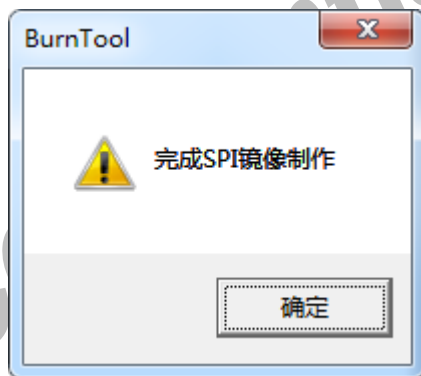

图 4-4 SPI NOR Flash 镜像制作完成
(4) SPI NOR Flash 镜像文件制作完成后将会弹出如下提示框，如图 4-4 所示。